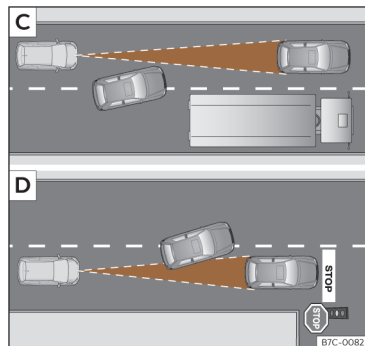

Fig. 133 C) Cambio de carril de un vehículo. D) Vehículo girando y otro detenido.
- Vehículos que cambien al carril por el que usted circula a poca distancia de su vehículo >>> **fig. 133 [C]**.
El ACC puede no reaccionar ante vehículos detenidos. Si, p.ej., un vehículo detectado por el ACC gira o se aparta y delante del mismo se encuentra un vehículo detenido, el ACC no reaccionaría ante este último >>> **fig. 133 [D]**.